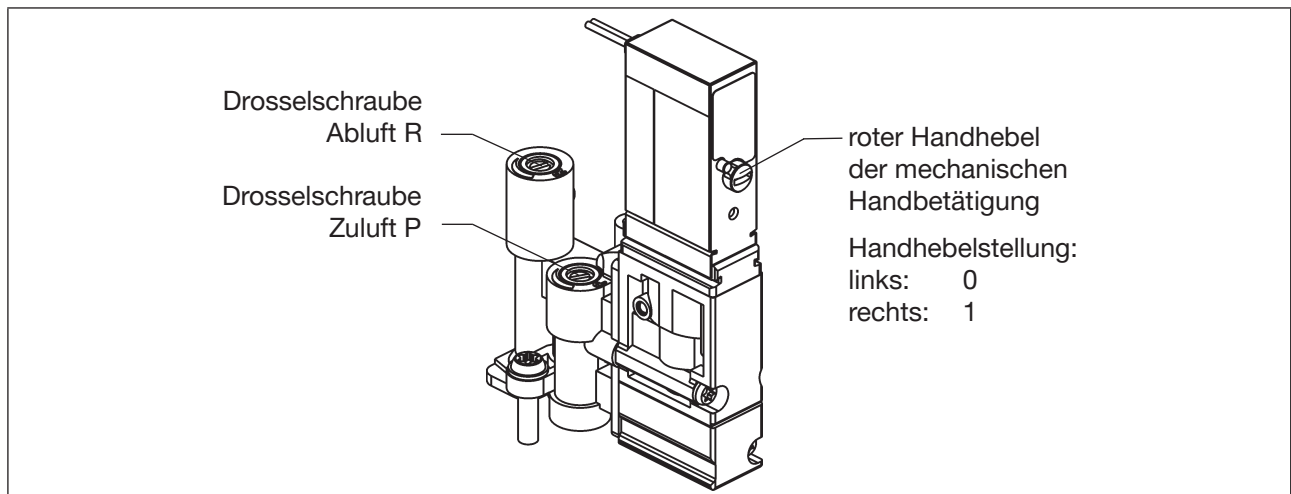

Bild 15: Drosselschrauben und mechanische Handbetätigung der Magnetventile
Die Drosselschrauben der Magnetventile (siehe „Bild 15: Drosselschrauben und mechanische Handbetätigung der Magnetventile“) dienen der Einstellung der Luftzufuhr und -abfuhr der Arbeitsanschlüsse und damit der Einstellung der Öffnungs- und Schließgeschwindigkeit des Prozessventils:
- Unter Berücksichtigung der Sicherheitsrichtlinien den einzustellenden Ventilplatz (V1, V2 oder V3) aktivieren (entweder über die Anlagensteuerung oder über die jeweilige mechanische Handbetätigung am Magnetventil - siehe „Bild 15“).